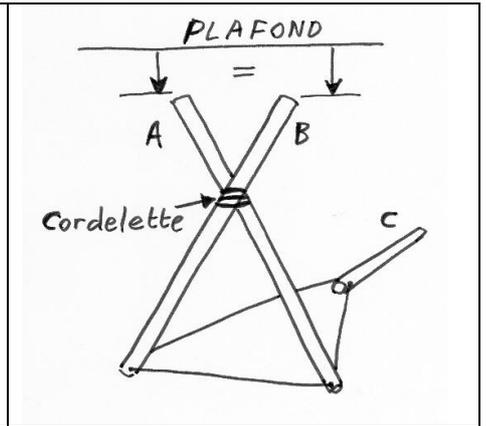

Fig. 3
- 4- Croiser les tubes A et B à 60 cm de leur sommet, maintenir provisoirement la jonction par une cordelette et incliner l'ensemble d'environ 30 degrés. Se servir ensuite de la présence du plafond pour mesurer une hauteur identique au sommet de chaque tube (il n'y a que 40 cm à mesurer avec un mètre à ruban tenu bras levé). (Fig. 3, 4)